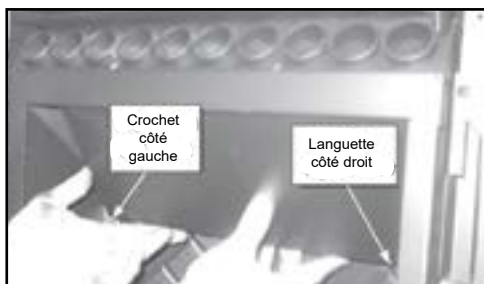

Figure 26.1
2. Le haut déflecteur a un crochet sur le côté gauche du bas qui repose sur le rebord supérieur de la fonte de la brique. Il y a un onglet sur le côté inférieur droit que les crochets sur le côté du support. Retirer le bouchon déflecteur en premier tirant sur le déflecteur vers l'avant jusqu'à l'arrière de bord s'abaisse. Puis faites glisser le déflecteur arrière jusqu'à ce que le bord avant efface le plateau qu'elle avait été mise au repos (**Figure 26.1, Figure 26.2 et Figure 26.3**).